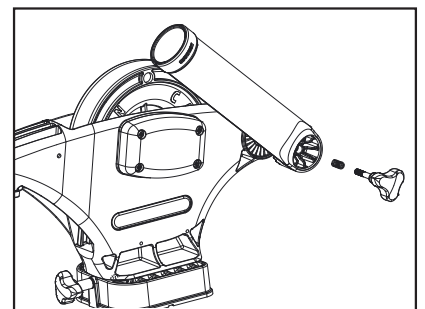

Figure 9
1. Fixez le support de canne à pêche au treuil à ligne lestée sur le côté gauche en utilisant le bouton à ressort fourni. (Figure 9)